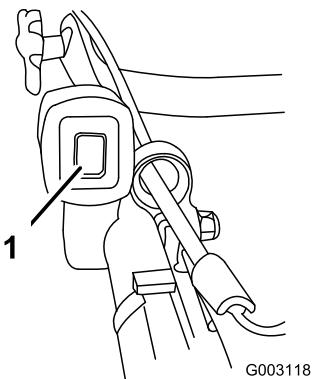

Figure 18
- Poussez le commutateur d'allumage en position arrêt (Figure 18).